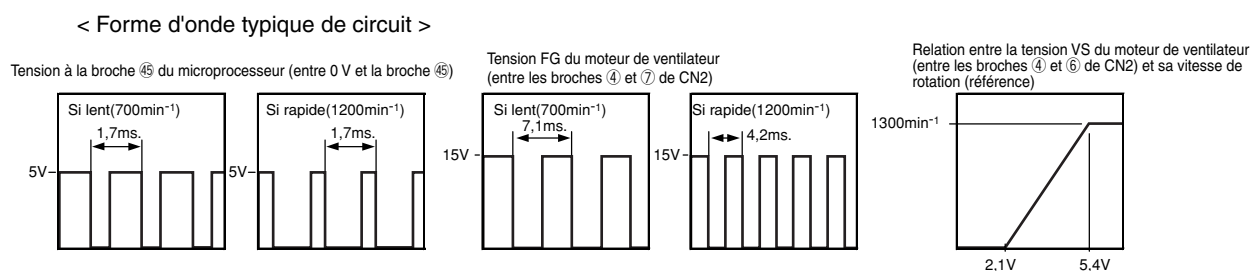

Fig. 3-2
- Le VS reçoit une tension de commande du micro-ordinateur (IC601). La borne VS subit une tension analogue correspondant au rapport de temps de niveau Lo du signal d'impulsion de la broche 45 du microprocesseur. (Voir Fig. 3-2.)